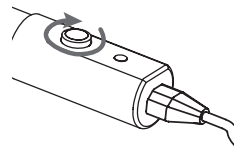

Fig.9
- Girar el botón del termostato a la derecha hasta que llegue al máximo [Fig. 9]